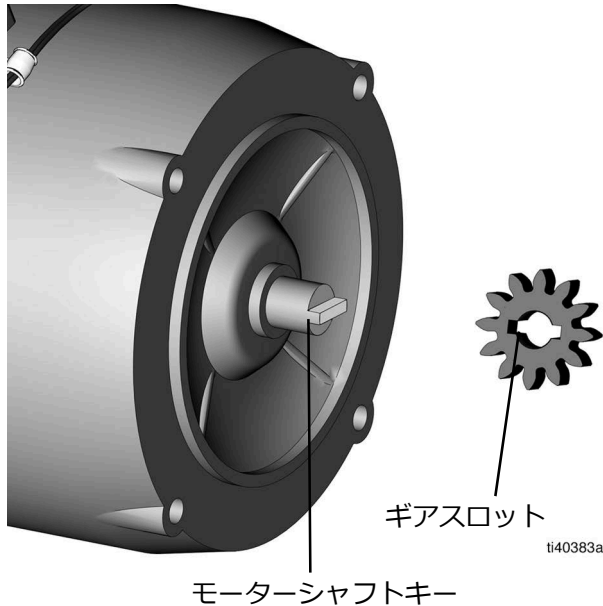
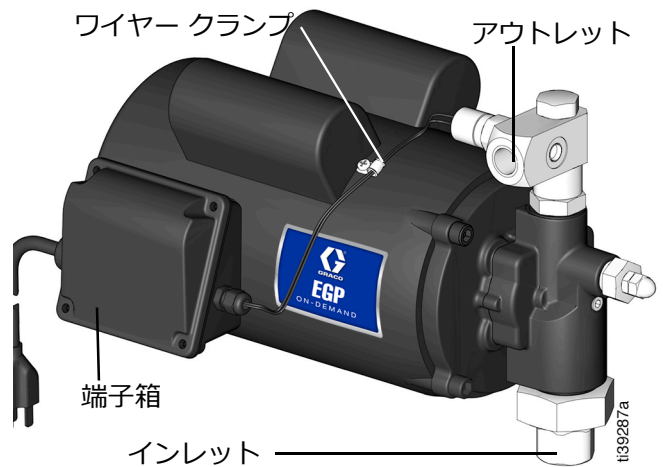

図 19
図 21
1. ポンプハウジングアセンブリをモーターに取り付けます。モーターシャフトキーは、内側のカバーのギアのスロットと一致する必要があります。ポンプアウトレットを上向きにし、端子箱はポンプアウトレットとポンプインレットの中央に配置します (図 19、図 21)。
3. 圧カスイッチのワイヤーをワイヤー クランプに押し込み、ストレインリリーフを通して端子箱に通します (図 21)。